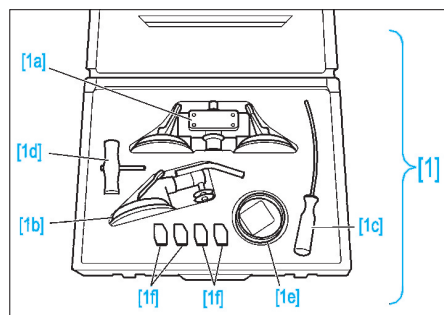

FIG. 70
OUTILLAGE SPÉCIFIQUE (FIG.70)
- Faire passer l'alène [1c] (Fig.70) à travers le cordon de colle, de l'intérieur vers l'extérieur, au niveau de la fixation avant de la barre de toit gauche.